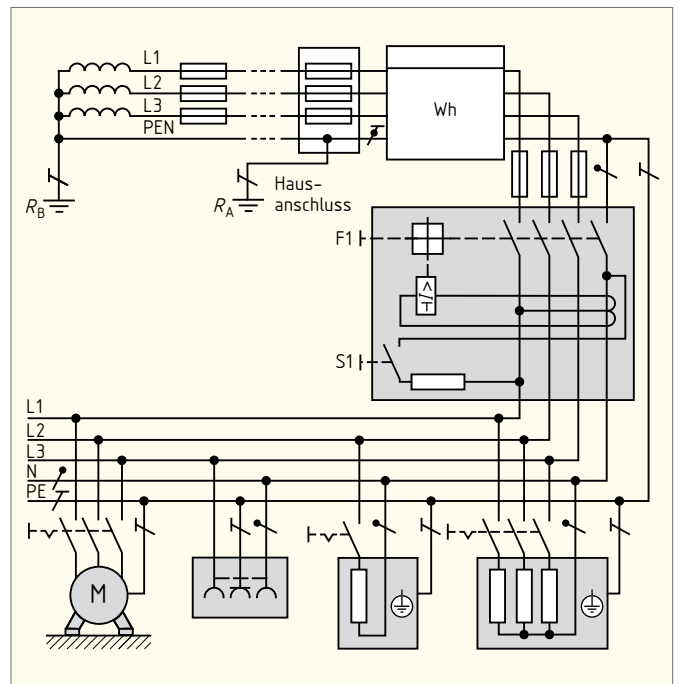

Bild 3: Schutz durch Abschaltung mittels RCD im TN-System
- Schutz durch Abschaltung mittels RCD (► Bild 3),